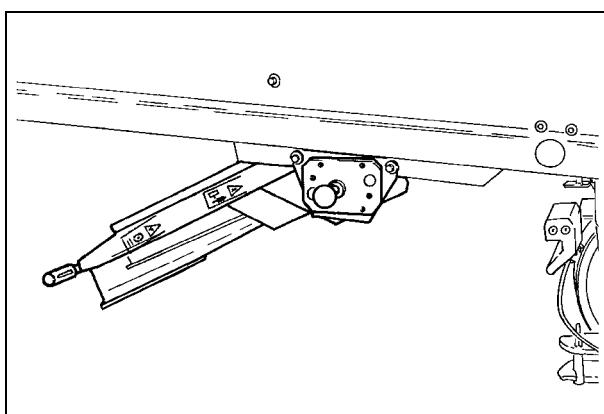

Рис. 38
- Горизонтальное положение (Рис. 38), для разборки решета.